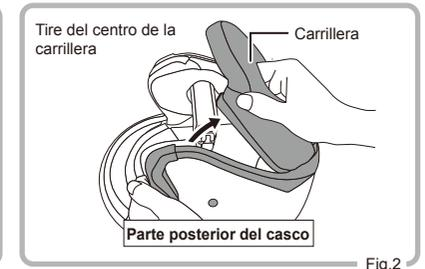

Fig.2
- 2 Sujete firmemente el centro de la carrillera y tire de ella para quitarla (Fig. 2).